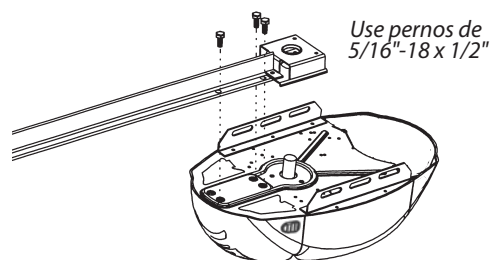

FIG. 1-2 Riel – Conjunto de la caja de control.
1. Acople el conjunto del riel a la caja de control alineando el piñón en el eje del motor. Use (3) pernos de 5/16 -18 x 1/2" (Fig. 1-2).